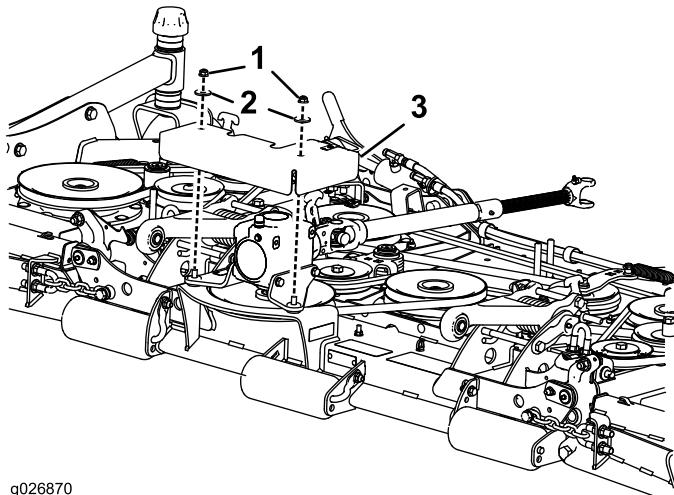

Figure 2
- Retirez les 2 écrous et les 2 rondelles sur le support du boîtier d'engrenages et montez la protection de la poulie sur le plateau de coupe (Figure 2).